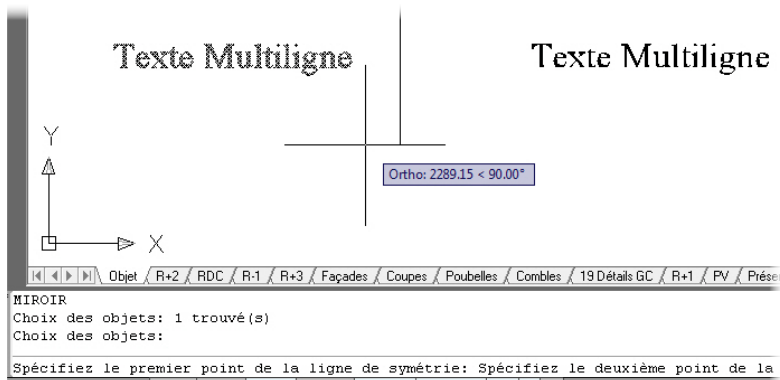

Figure 5.22
10. Répétez le miroir sur le texte avec la nouvelle valeur de la variable `Mirrtext` désormais en mémoire d'AutoCAD. Vous observez que le texte créé par l'outil Miroir est maintenant parfaitement visible (voir Figure 5.22).